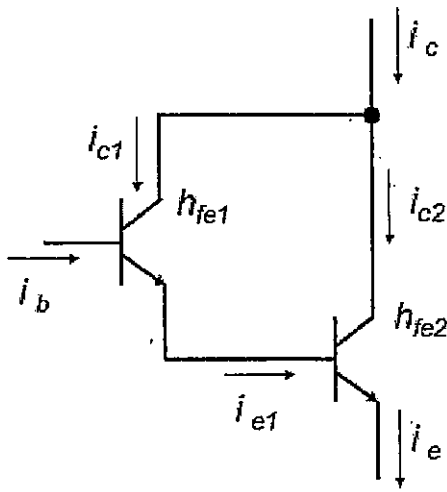

図1
(1) バイポーラトランジスタを用いた図1の回路について下記の問いに答えなさい。図1のトランジスタの電流増幅率はそれぞれ  $h_{fe1}$ 、 $h_{fe2}$  である。